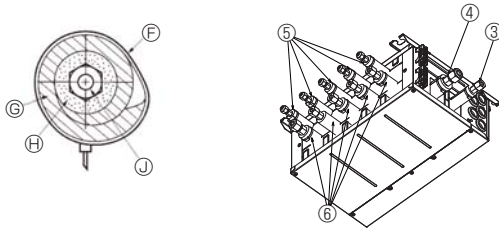
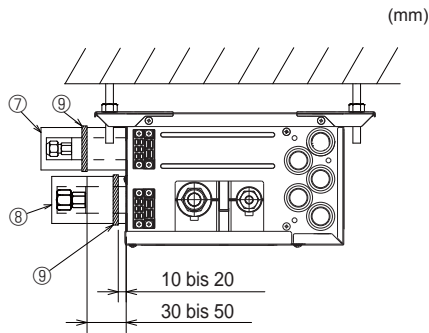

Fig. 7-4
Fig. 7-5
- Isolieren Sie die Flüssigkeits- und Gasleitungen des Verteilerkastens, indem Sie hitzebeständigen Polyethylen-Schaumstoff fest um die Rohrleitungen herum anbringen. (Fig. 7-4)
- (5) Drücken Sie die Rohrabdeckungen ③ und ⑤ an den Flüssigkeitsleitungen gegen das Gerät und umwickeln Sie sie, um sie zu befestigen. (Fig. 7-4)
- (6) Drücken Sie die Rohrabdeckungen ④ und ⑥ an den Gasleitungen gegen das Gerät und umwickeln Sie sie, um sie zu befestigen. (Fig. 7-4)
- (7) Bringen Sie die mitgelieferten Bänder ⑨ in einem Abstand von etwa 10 - 20 mm von den Enden der Rohrabdeckungen (③④⑤⑥) an.
- (8) Wenn das Innengerät nicht angeschlossen wird, bringen Sie die mitgelieferten Rohrabdeckungen (mit Kappen, ⑦ und ⑧) an den Kältemittelleitungsanschlüssen des Verteilerkastens dicht am Gerät an, um zu verhindern, dass Kondensat von den Rohrleitungen tropft. (Fig. 7-5)
- (9) Klemmen Sie die Rohrabdeckungen (⑦⑧) mit den mitgelieferten Bändern ⑨ fest.
## 7.2 Handhabung von Anschlüssen, die nicht an ein Außengerät angeschlossen sind (Fig. 7-5)